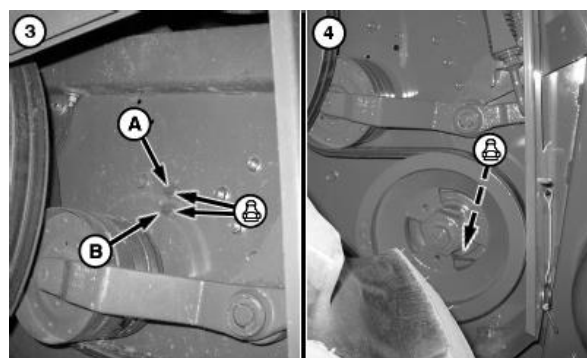

Рис.4.54 – Змащення підшипника (A) головного проміжного валу та підшипника (B) сепаратора (3), підшипника акселератора подачі (4)
15. Блок змащення з правої сторони змастити підшипник (А) головного проміжного валу та підшипника (В) сепаратора (рис.4.54).
16. Змастити підшипник акселератора подачі (права сторона) (рис.4.54).